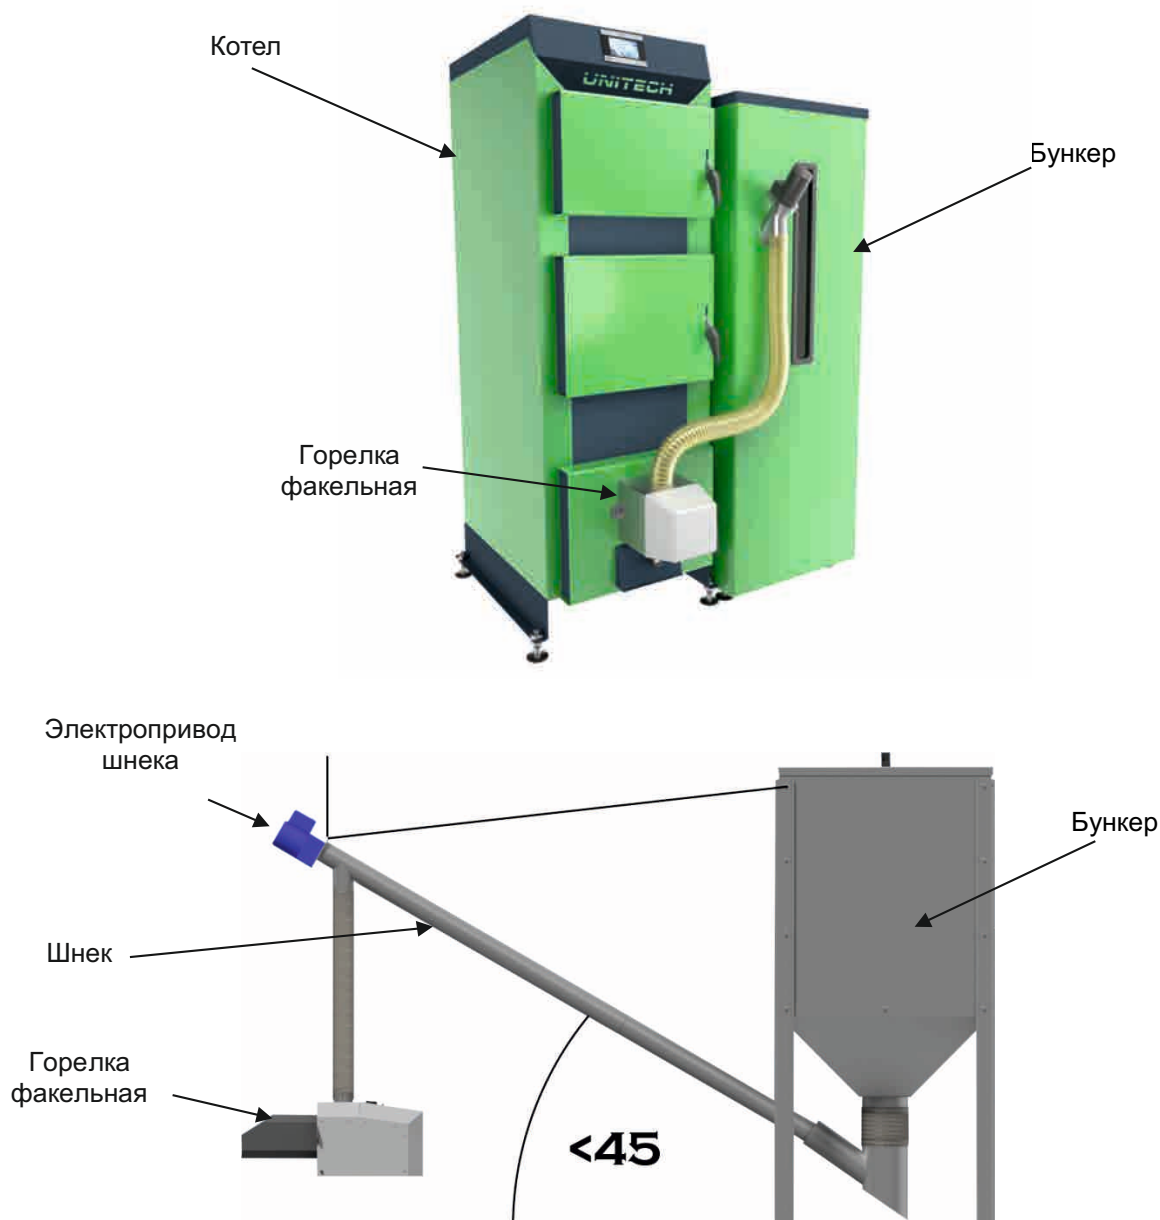

Рисунок 3. Общий вид винтового подающего устройства с Горелкой и бункером
Горелки работают комплексно с оборудованием в составе (см. рис. 3):
Внешнее винтовое подающее устройство (электроприводной шнек) (см. рис. 3) отвечает за подачу топлива из бункера в горелку и соединяет контейнер (бункер) с топливом с Горелкой. Устройство выполнено из гальванизированной стальной трубы или трубы из нержавеющей стали диаметром 60 мм. Внутри трубы находится стальная спираль с приводом от электрического двигателя 230 В переменного тока с передачей, который подключается с помощью силового кабеля к соответствующему разъему на контроллере Горелки. Дозирование топлива в горелку осуществляется автоматически, управление работа подающего устройства осуществляется в автоматическом режиме. В случае повреждения трубы – например, из-за перегрева в случае обратного удара пламени, подающее устройство перестает подавать топливо, что влечет за собой затухание Горелки. Это позволяет предотвратить распространение пламени и пожар в Котельной.
- Е ) подвесить подающее устройство на цепочке. (см. рис. 3);
При монтаже винтового подающего устройства соединение его с бункером производить как показано на рис. 3.